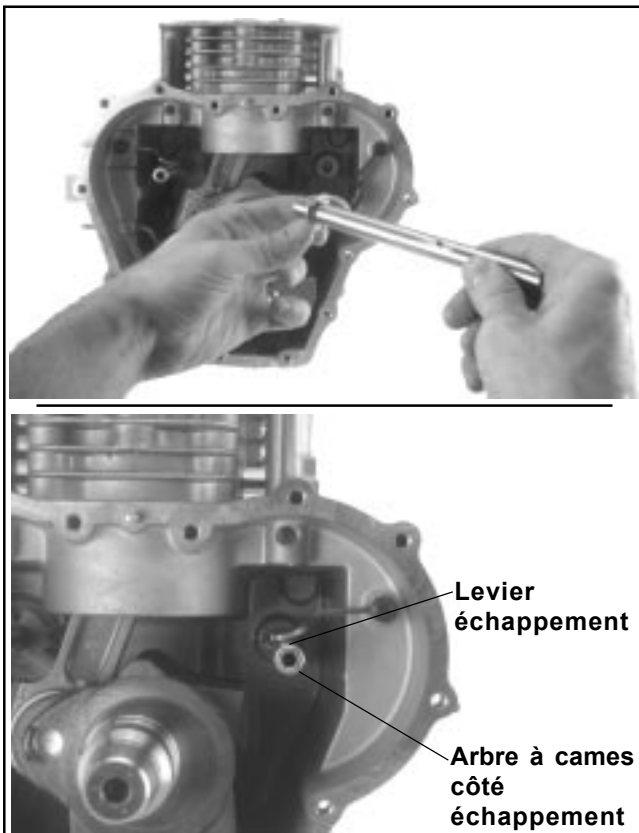

Figure 10-22. Installation de l'arbre à cames côté échappement.
2. Appliquer un peu de graisse sur la gorge dans la rondelle de butée. Glisser la rondelle sur l'arbre à cames de sorte que le téton d'entraînement court se place dans la gorge. La graisse maintient la rondelle en position. Tourner le levier à cames côté échappement vers le trou du poussoir, puis insérer l'arbre à cames dans le contre-trou du carter. Vérifier que le téton reste bien dans la gorge de la rondelle de butée. Voir la Figure 10-22.